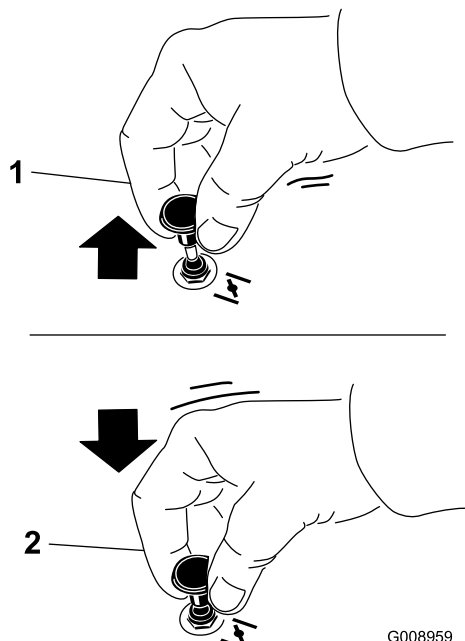

Figure 19
1. Tirez sur la commande de starter pour engager le starter avant d'utiliser le commutateur d'allumage (Figure 19).
2. Poussez sur la commande pour désengager le starter lorsque le moteur a démarré (Figure 19).
1. Désengagez les lames en plaçant la commande des lames en position DÉSENGAGÉE (Figure 19).